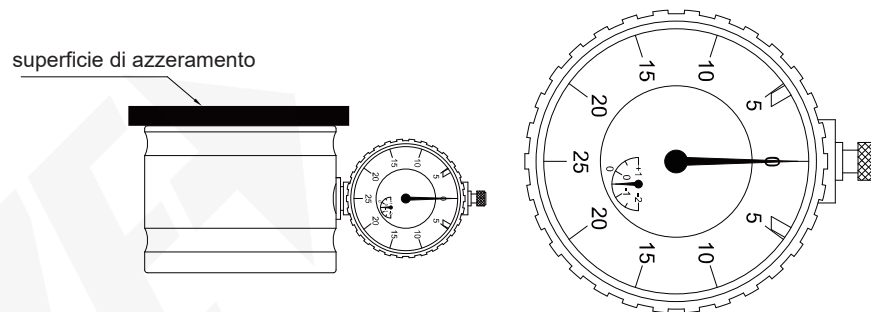

Fig.1
- Premere la superficie di azzeramento per portare la superficie dell'incudine e la superficie di riferimento allo stesso livello, il comparatore mostra che la lancetta lunga punta a 0, la lancetta corta punta a -0,5 (Fig. 1)